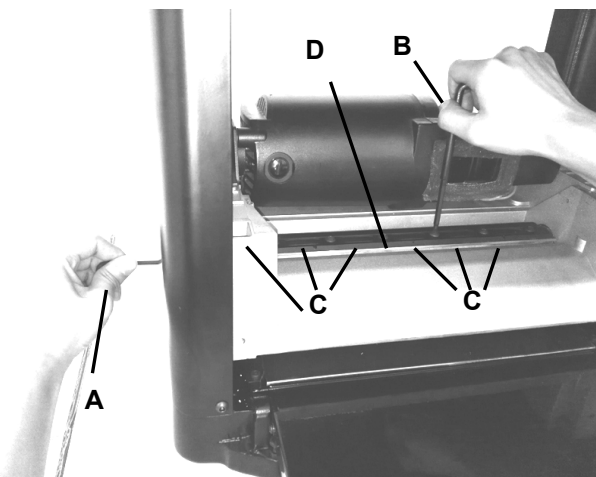

ABB. 8
4. Drehen Sie die Hobelwelle mit dem mitgelieferten Sechskantschlüssel (A). Drehen Sie die Hobelwelle mit dem Schraubenschlüssel so, dass Sie die Messerschneide von Ihnen abgewendet ist. S. Abb. 8 auf der folgenden Seite.
5. Lösen Sie die sechs Schrauben (C) mit dem mitgelieferten Torx-Schlüssel (B) gerade so weit, dass sich der Riegel (D) vom Messer (E) löst und das Messer herausgenommen werden kann. Entfernen Sie die Schrauben nicht ganz. Schieben Sie dann das Magnet-Werkzeug zum Messer-Ausbau (F) mittig unter den Riegel. S. Abb. 8 & 9 auf der folgenden Seite.